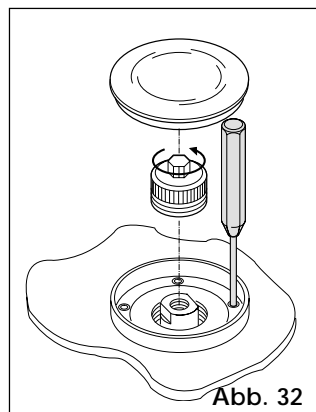
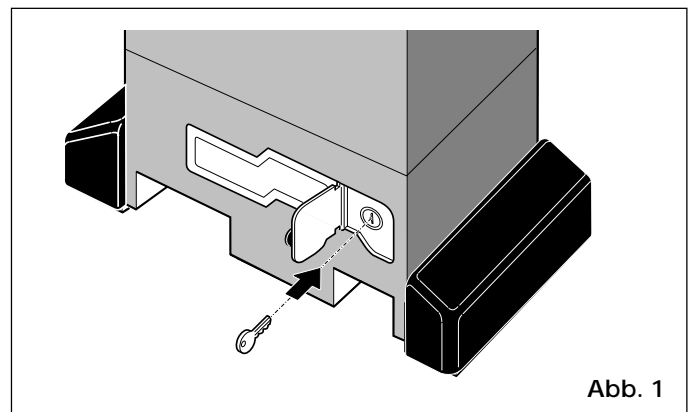

Abb. 32
Abb. 1
- 2) Abdeckung der Bohrung abnehmen (Abb. 1 -Pos. 9) und den Stöpsel der Einstellschraube für die Kupplung ganz abdrehen (Abb. 32)
- 1) Die Schutzklappe öffnen und den mitgelieferten Schlüssel in das Schloß einstecken (Abb.1).